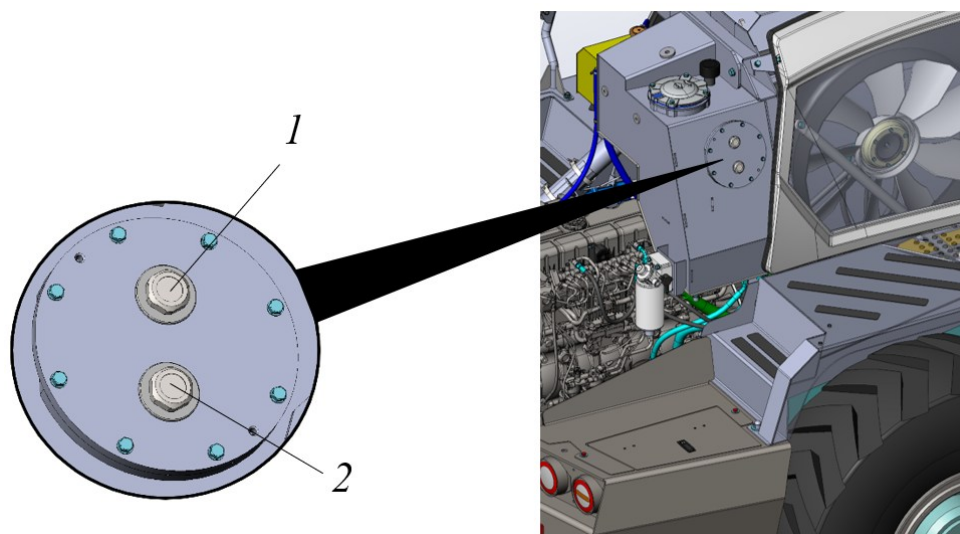

Рисунок 5.37. Процедура проверки уровня масла в гидравлическом баке
- Проверить уровень масла в гидравлическом баке используя смотровые окна, см. рис. 5.37.
Смотровые окна врезаны в стенку бака, доступ к ним реализован с правой стороны в задней части машины. Верхнему-нормальному (*max*) значению соответствует уровень масла, закрывающий на половину верхнее смотровое окно 1. Минимальному (*min*) соответствует уровень масла, закрывающий на половину нижнее смотровое окно 2, рис. 5.37.
- Проверить уровень масла в баке посредством смотровых окон, см. рис. 5.37. Если уровень масла в баке доходит до середины верхнего смотрового окна - нормальный уровень.